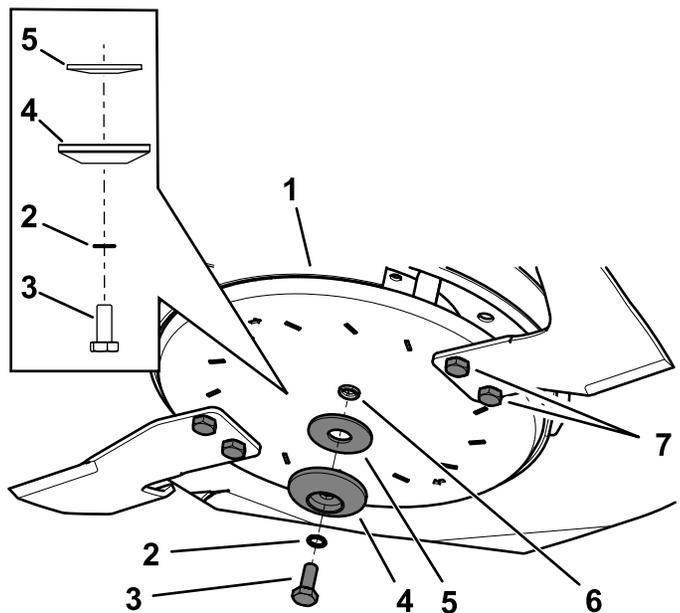

図 111
- 先ほど取り外したディスクボルト、鋸歯ワッシャ、ブレードリテーナ、湾曲ワッシャを使ってウイングブレードアセンブリを取り付ける 図 111。